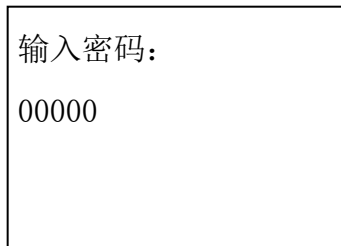

图 11 累积量清零界面
3. 进入“**累积量清零**”，显示如图 11 所示的界面。